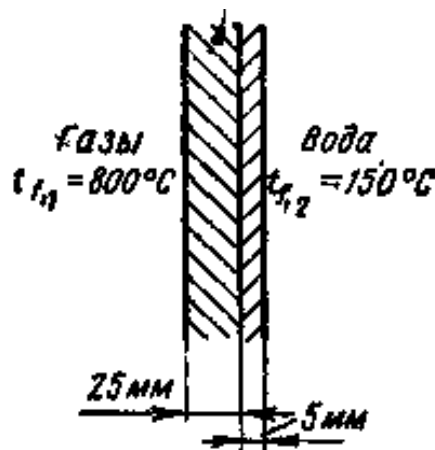

Рис. 2.
**Задача 3.** Кипятильная труба котла со стороны воды покрыта накипью толщиной  $\delta = 5 \text{ мм}$  (рис. 2). Каким слоем сажи должна покрыться труба со стороны газов, чтобы при отсутствии накипи со стороны воды количество тепла, передаваемое трубой, осталось бы без изменения? Какова в этих случаях температура наружной и внутренней поверхности трубы?